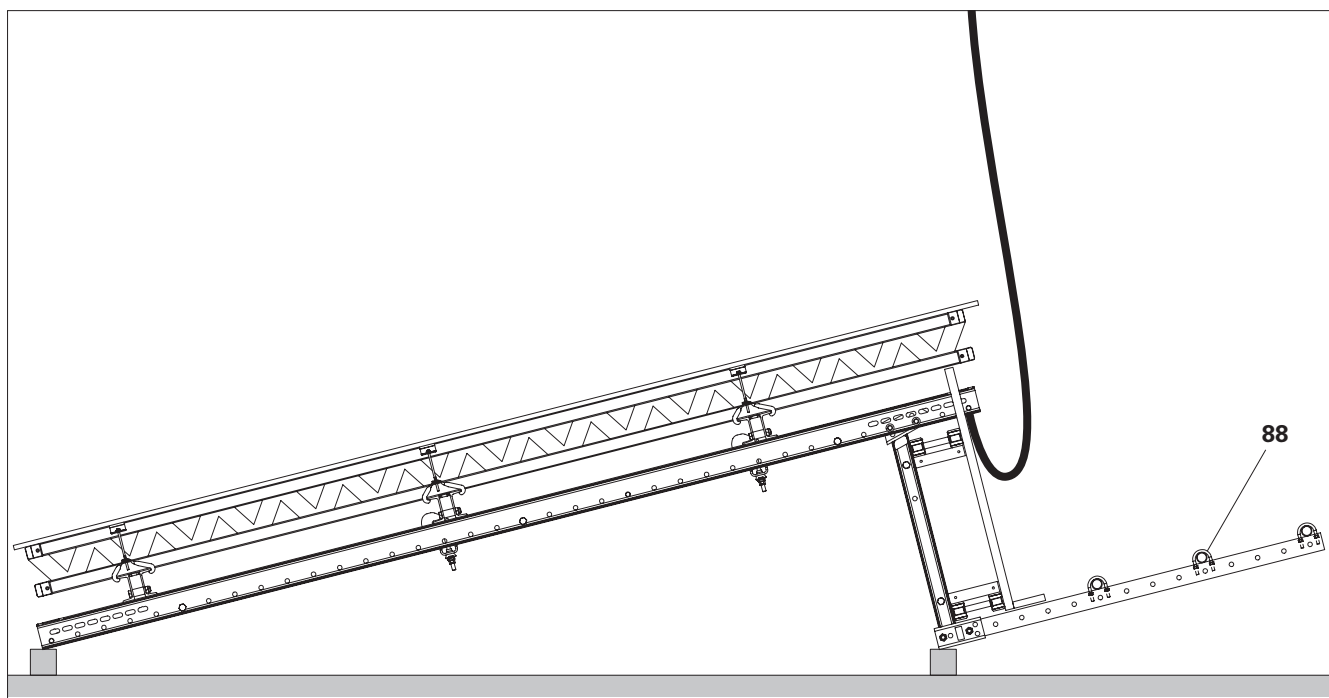

Fig. C1.12
8. Montare i tubi per impalcatura (**88**) o le tavole parapetto al montante parapetto. Vedere sezione "Parapetti" a pagina 52. (Fig. C1.12)